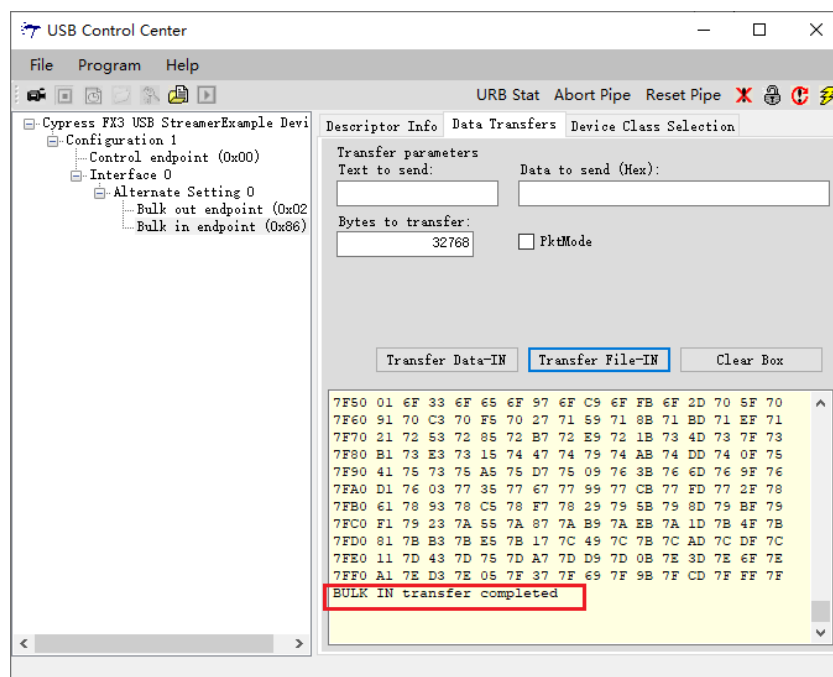

图 74-16 数据传输完成界面显示
9. Cypress 软件接收数据，并提示传输成功。如下图 74-16 所示。